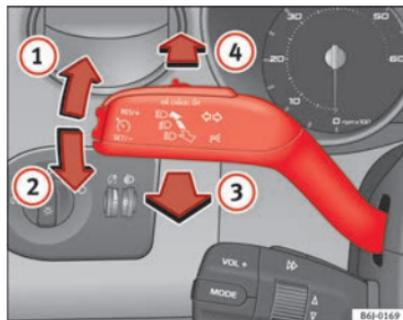

Fig. 59 Levier des clignotants et des feux de route
- Levez le levier jusqu'en butée ⇒ fig. 59 ① pour actionner les clignotants **droits** ou abaissez-le jusqu'en butée ② pour actionner les clignotants **gauches**.
- Déplacez le levier vers l'avant \Rightarrow fig. 59  pour allumer les feux de route.